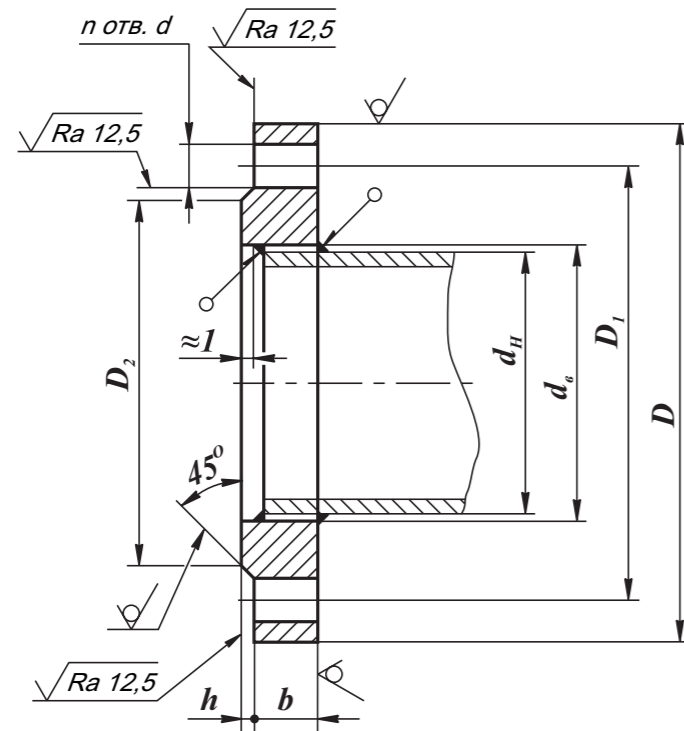

Рис. 22-1. Ответные фланцы по ГОСТ 33259-2015
Размеры ответных фланцев с соединительным выступом приведены на рис. 22-1.
5. Для уплотнения фланцевого соединения корпуса фильтра с трубопроводом рекомендуется применять кольцо уплотнительное по ГОСТ 9833 или прокладку из паронита по ГОСТ 15180. Ответные фланцы - стальные приварные по ГОСТ 33259-2015 (рис. 22-1):